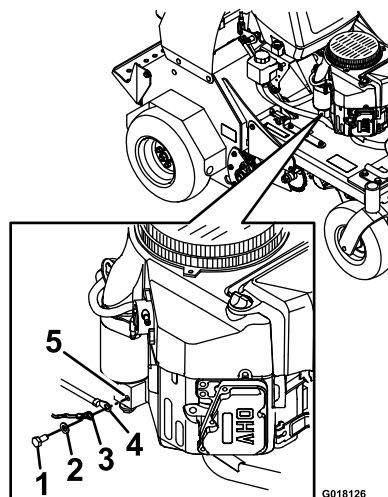

Figura 4
5. Retire el tornillo, la arandela y el cable de tierra del motor. Conecte el cable negativo de la batería según se muestra en Figura 4.